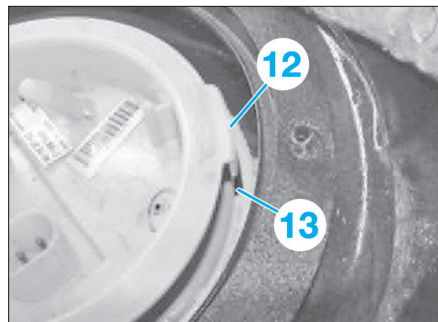

Fig. 52
- Le couvercle de maintenance ne peut être monté que dans une seule position (Fig.52).